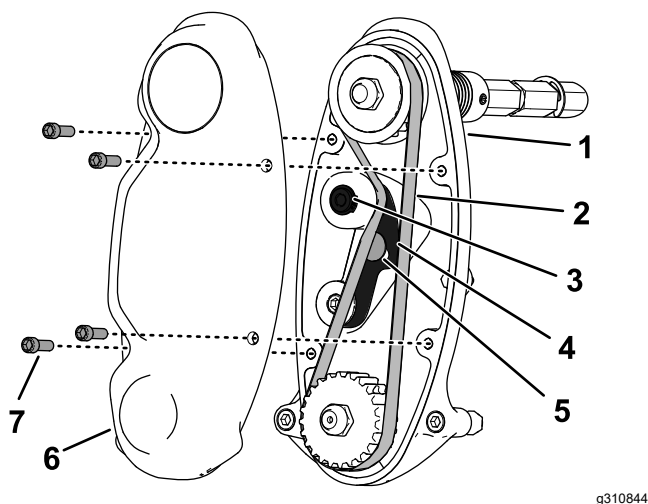

Figure 15
3. Avec une clé dynamométrique à balancier, appliquez une force de 6 à 7 N·m sur la vis interne du bras de la poulie de tension supérieure (Figure 15).